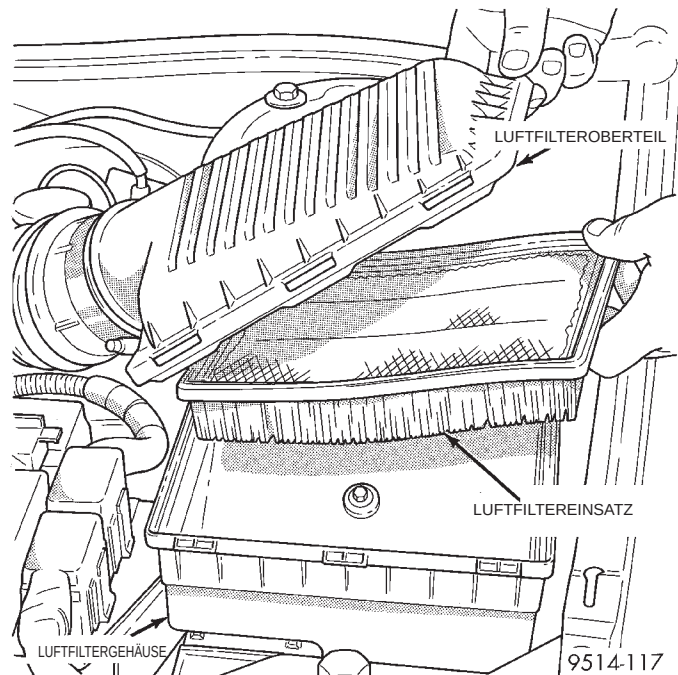

Abb. 87 Ansaugluftfiltergehäuse und Luftfiltereinsatz
- (2) Den Luftfiltereinsatz herausnehmen (Abb. 87).
- (3) Wenn erforderlich, das Innere des Ansaugluftfiltergehäuses reinigen.